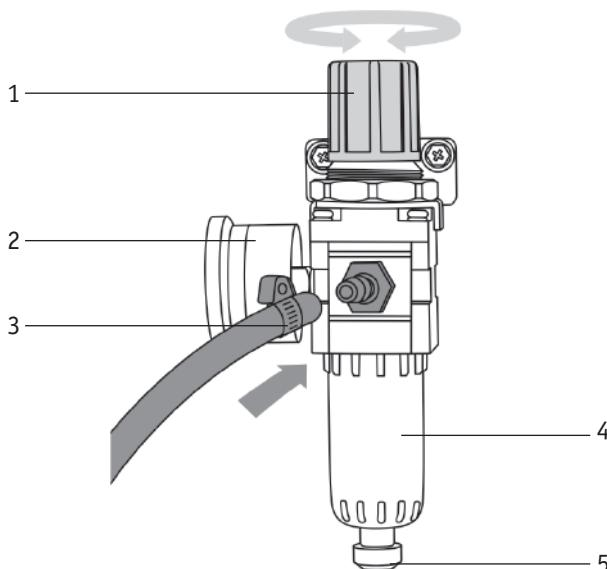

Рис. 7.4. Фильтр-регулятор.
6	Фильтр-регулятор (См. рис. 7.4)
7. На аппарате установите необходимое давление сжатого воздуха в зависимости от толщины разрезаемого металла (См. таблицу 8.4). Для регулировки давления (См. рис. 7.4) выполните следующие действия: